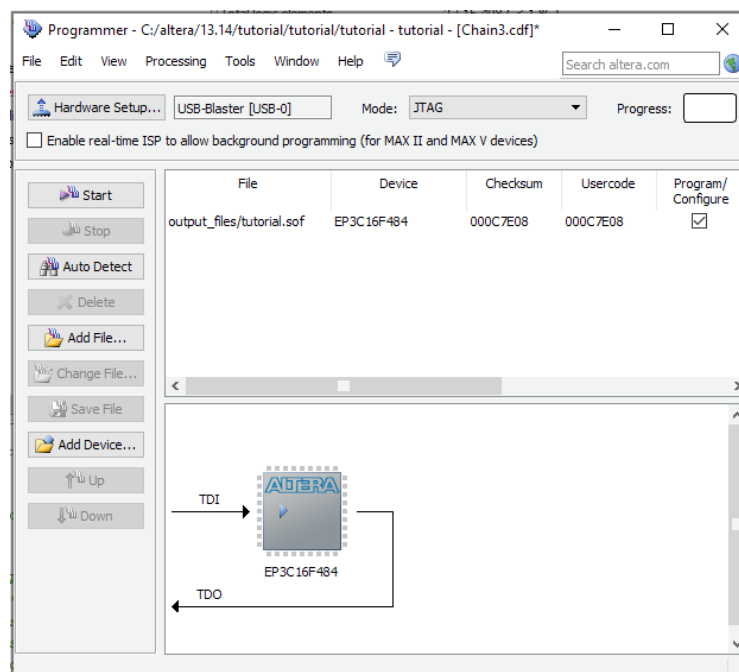

Figura 21
- 8- Presionar *Start...* y la programación comenzará. Ver Figura 21.